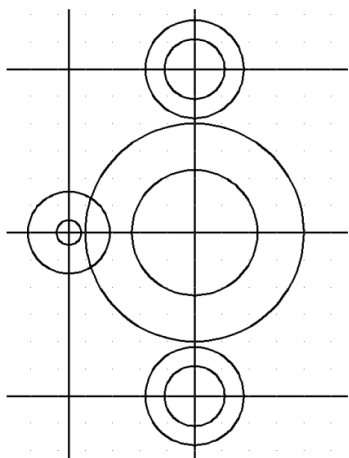

Рисунок 8.4 – Елементи основного контуру
- скориставшись командою **КРУГ**, побудувати кола і дуги, для яких відомі центр і радіус (рис. 8.4).